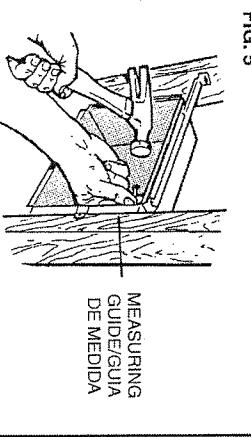

FIG. 6
3. Extienda el soporte de montaje, nivele la caja y clave a la otra viga. (FIG. 6)